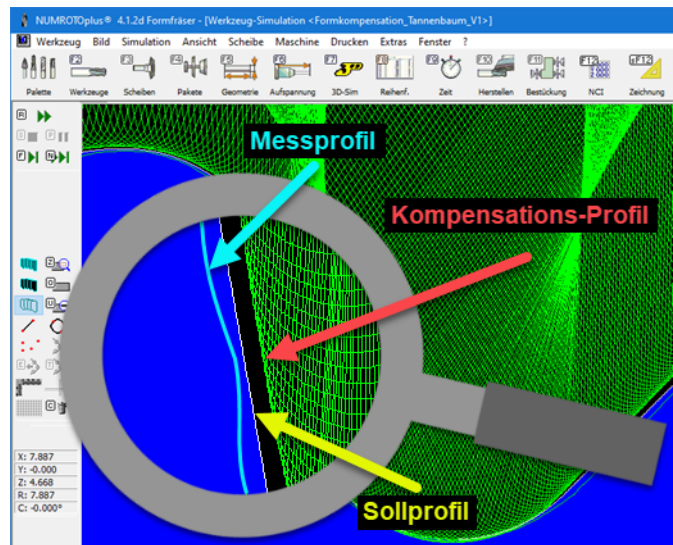

Bild 3: Sollprofil–Messprofil–Kompensationsprofil.
- Dank bestmöglicher Filterung des Messprofils entsteht ein sehr stetiger Verlauf der Kompensation. Diese Filterung ist im Bild 3 gut zu erkennen: Im Messprofil sind zwei deutliche „Ausreisser“ sichtbar. Diese sind im Kompensationsprofil ausgefiltert.